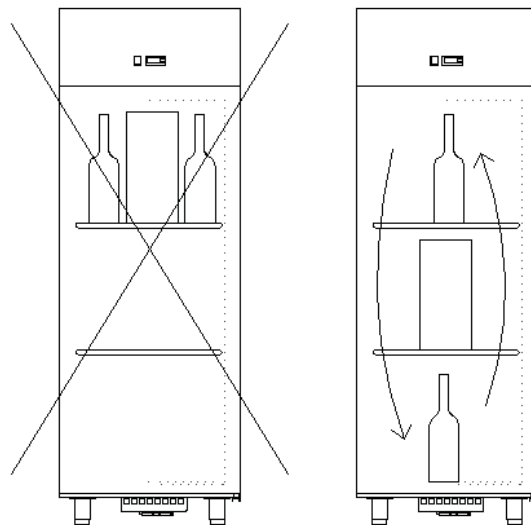

fig.2
**IMPORTANTE: EVITARE DI SOVRACCARICARE IL MOBILE, IN PARTICOLARE NELLA PARTE ALTA SOTTO L'EVAPORATORE (fig.2).**